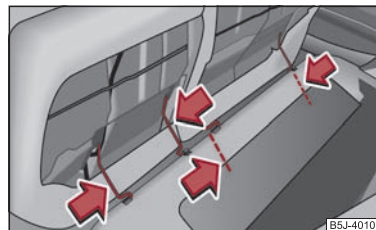

Fig. 55 Scoaterea scaunelor
- Apăsăți mânerul de sârmă în sensul săgeții ⇒ fig. 55 și scoateți scaunul din suport.